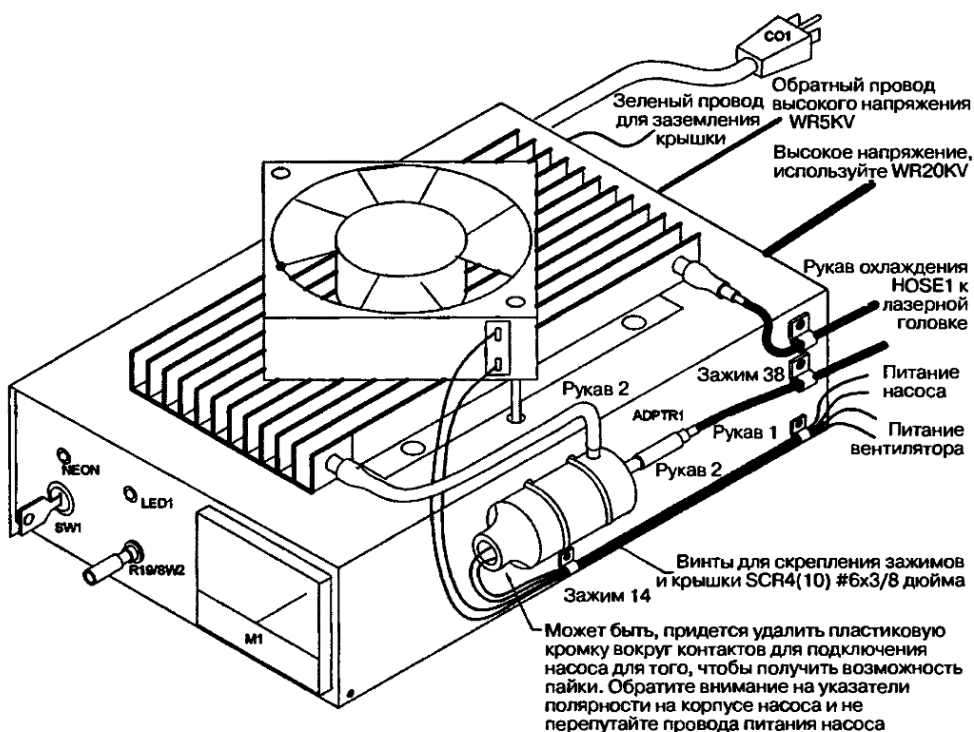

Рис. 8.14. Окончательный вид контроллера и системы охлаждения в сборе
11. Соберите рукава и переходники системы охлаждения, как показано на рис. 8.14 и 8.15. Натяните латексный рукав внутренним диаметром 0,64 см на ниппель радиатора или соедините их с помощью переходника 0,64 см. Для проводов питания можно использовать соединения с гнездом и штекером, при этом крышка будет полностью изолирована. Провода должны иметь достаточный припуск, чтобы можно было сдвинуть крышку для доступа к схеме. Обратите внимание на выступ безопасного заземления металлической крышки.